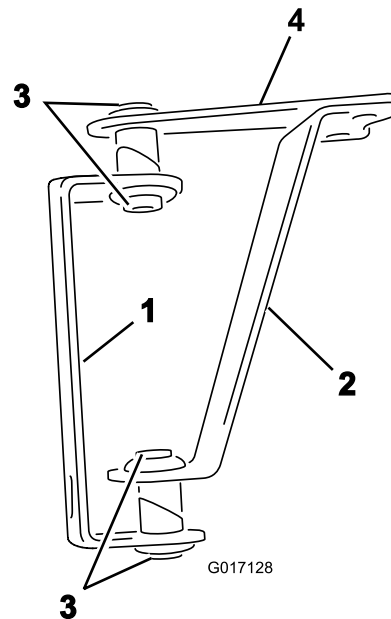
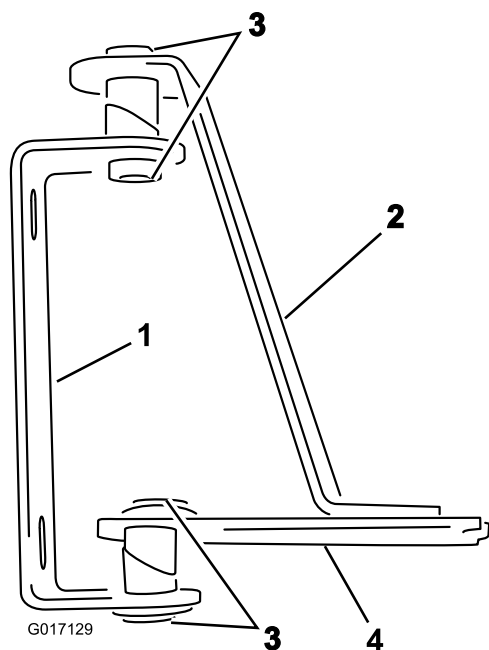

図 1
図 2
1. 蝶番とストラップを、図1カバー無しブーム用または図2カバー付きブーム用のように配置する。
2. ヒンジとストラップに溶接されているチューブに、図1または図2のようにブッシュを差し込む。